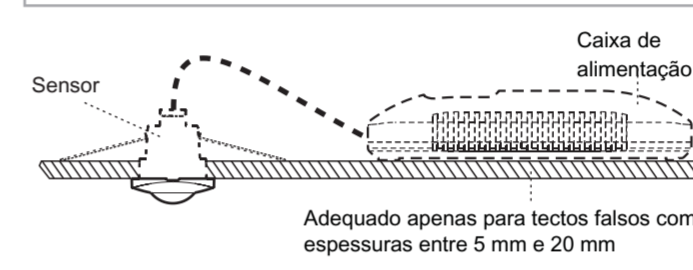

FIG. 17
- Regule a posição do sensor e certifique-se de que a parte inferior do sensor está bem presa ao tecto (Ver FIG. 17).